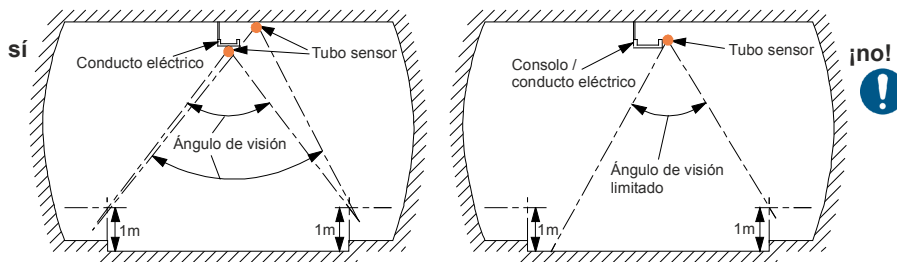

Fig. 18 Ángulo de visión para el montaje del tubo sensor en túneles
- El tubo sensor debe instalarse de tal manera que el ángulo de visión lateral no se vea afectado, **Fig. 18**.